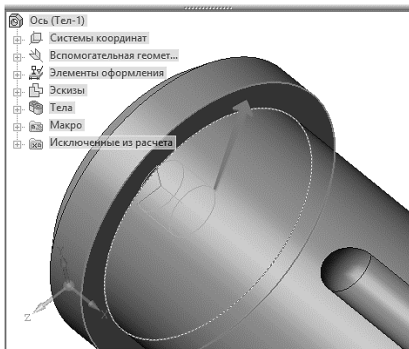

Рис. 33. Выбор грани совпадения элемента детали «Ось»
2.4.7 Увеличьте деталь *Ось* и укажите плоскую кольцевую грань (рис. 33).